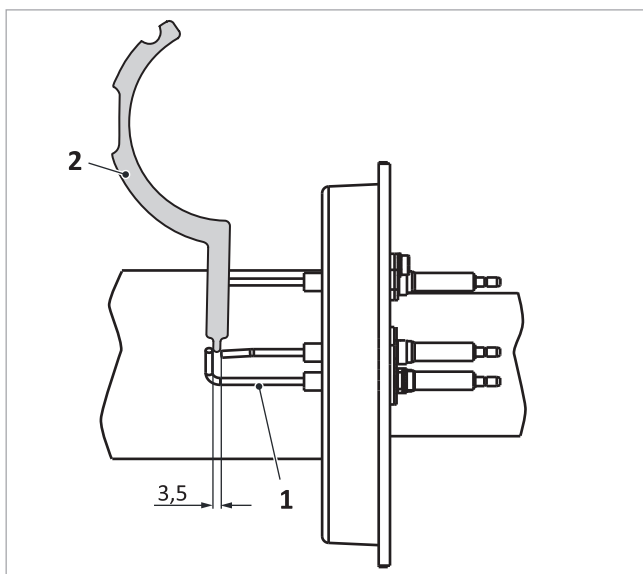

Fig. 40: Distanza tra elettrodi e massa dell'elettrodo di accensione
2. Controllare le distanze dell'elettrodo di ionizzazione con l'ausilio di un calibro per elettrodi → Fig. 40 (2) (se occorre correggere piegando con cautela).
- Elettrodi fra loro → Fig. 40 (1): 3,5 mm